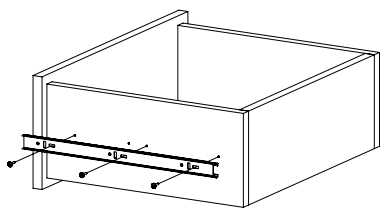

Рис.9
- Закрепите внутренние планки направляющих на деталях 10 и 11 шурупами 3,5x16 (Рис. 9). При необходимости регулировки ящика выкрутите шурупы из круглых отверстий и перекрутите в овальные (продольные и вертикальные регулировочные отверстия). Не затягивая до конца шурупы, сместите ответную планку вверх-вниз. Затяните шурупы до конца.